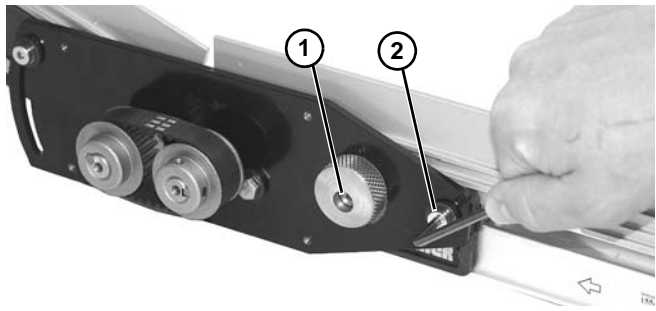

Figura 23
13. Apriete el tornillo (Figura 23, artículo 1) en la leva para fijar la tensión de la banda.
14. Apriete el tornillo (Figura 23, artículo 2) a 7 Nm para fijar la posición.